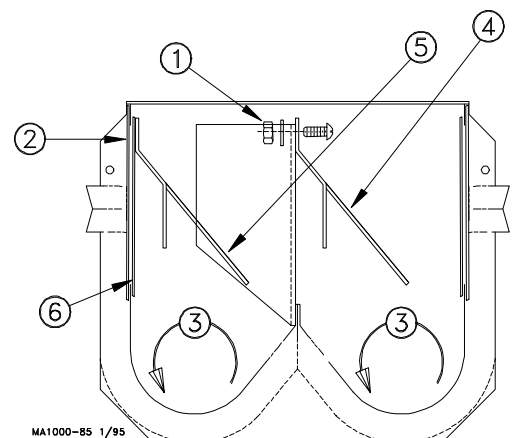

Figura 29. Instalación del deflector de bota con salida doble (vista del final)
La Figura 29 muestra los deflectores de bota con salida doble Modelo 90 instalados. Las Figuras 30 y 31 muestran las instalaciones opcionales de deflectores de botas para sinfines que salen en varias direcciones.
1. Quitar las tapas para limpiar para poder instalar el deflector del lado derecho dentro de la bota con salida doble como se muestra en la Figura 29.